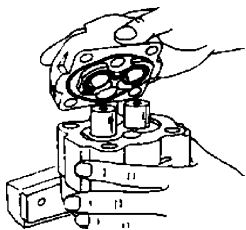

图 3-44 安装泵后端盖
6) 将泵后端盖装在泵体上, 不要将吸油口与排油口混淆, 如图 3-44 所示。